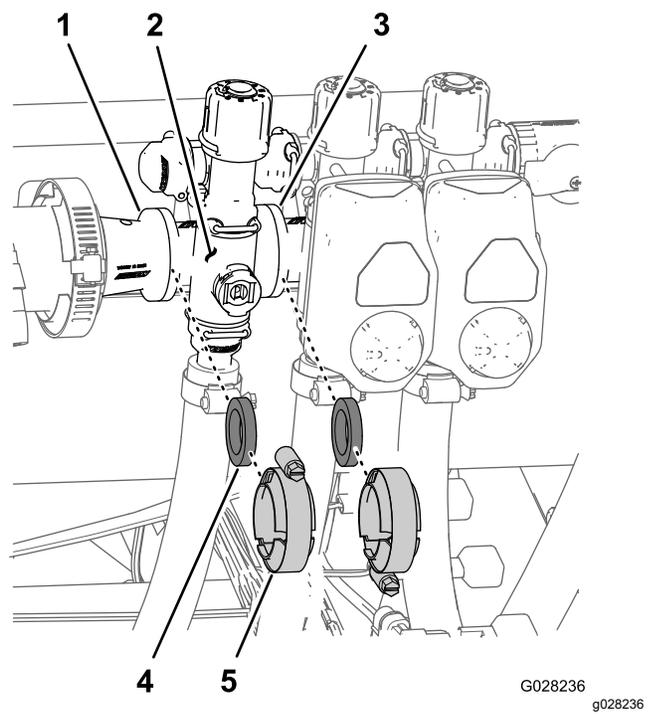

図 74
1. 個別ブームバルブ 図 74 のマニホルドを隣接する個別ブームバルブ左ブームの場合はリデューサカップリングに固定しているクランプとガスケットを外す。